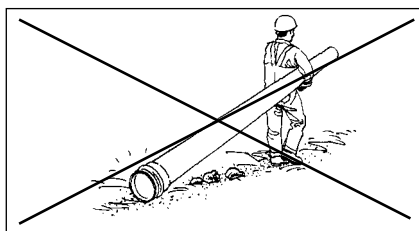

Рис. 10.
2. Не тащите трубы по земле и избегайте острых предметов (Рис. 10).